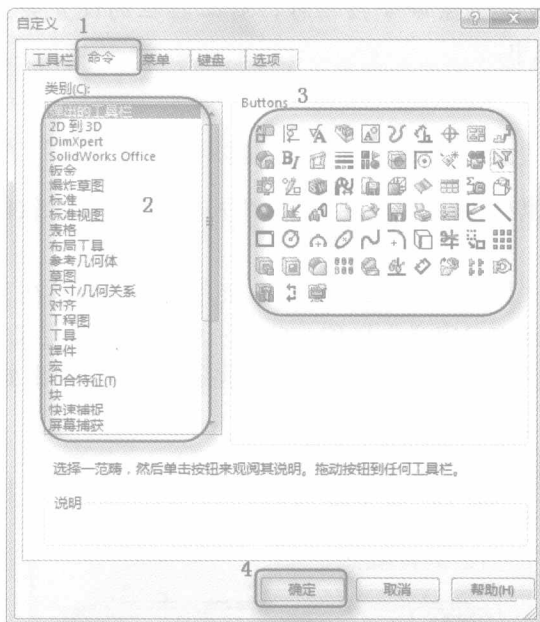

图 1-25 “自定义”对话框
(1) 执行命令。执行【工具】→【自定义】菜单命令，或者在工具栏区域单击鼠标用鼠标右键，在快捷菜单中选择“自定义”选项，此时系统弹出“自定义”对话框。
(2) 设置命令按钮。单击选择对话框中的“命令”标签，此时会弹出如图 1-25 所示的“自定义”对话框，其中有“命令”标签的类别和按钮选项等。